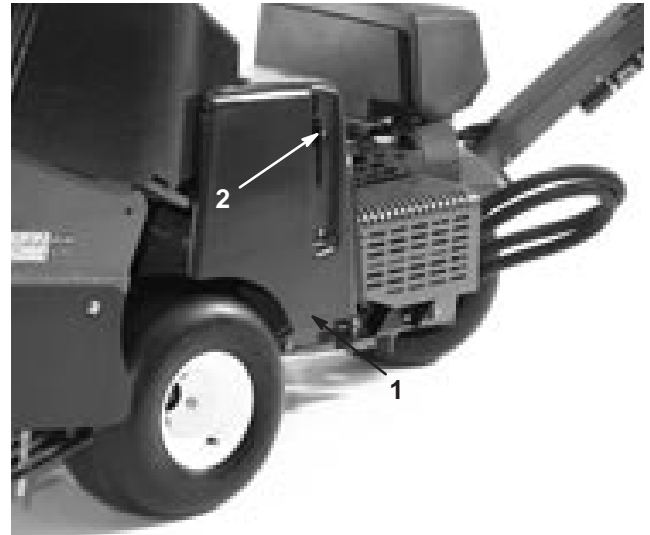
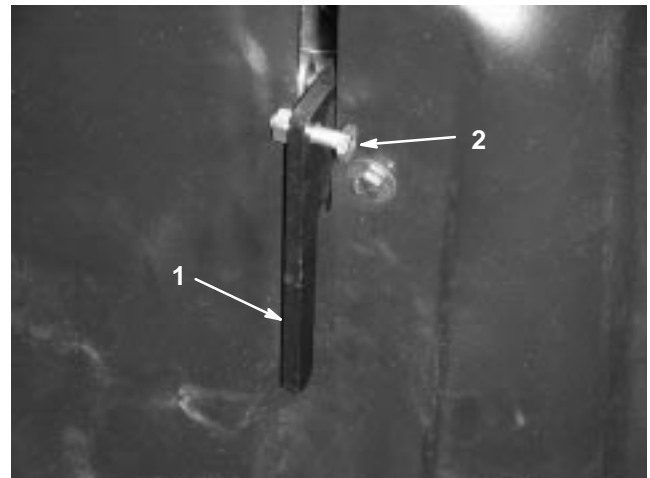

Figure 8
Figure 9
1. Insérez un vis 1/4 x 1 pouce dans le levier de verrouillage du couvercle de courroie et fixez-la avec un contre-écrou 1/4 pouce (Fig. 8 et Fig. 9).